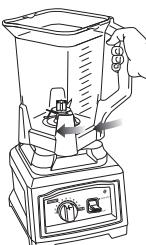

Fig. 2
- 4 Faites tourner le pichet dans le sens des aiguilles d'une montre jusqu'à ce qu'il soit verrouillé en place. (Fig. 2) **Vous entendrez un clic lorsque le verrou s'enclenche.**